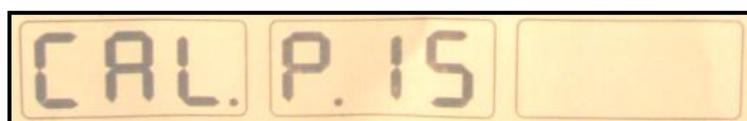

Рис. 8-2
8.1.2 Выдвинуть измерительную штангу на расстояние 0 см, нажать кнопку ALU, см. рис. 8-2 (нажать кнопку STOP или C, чтобы выйти из указанного режима).